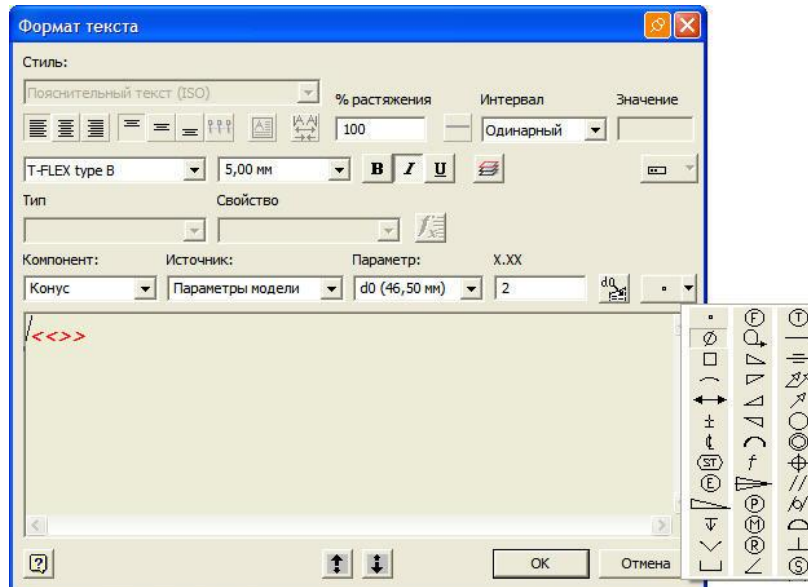

Рис. 3.28. Диалоговое окно **Формат текста**
- Для добавления символа (например, знака диаметра) выполните правый клик и в контекстном меню выберите **Текст**. В диалоговом окне **Формат текста** нажмите на кнопку **Вставить символ** и из списка выберите необходимый знак (рис. 3.28).